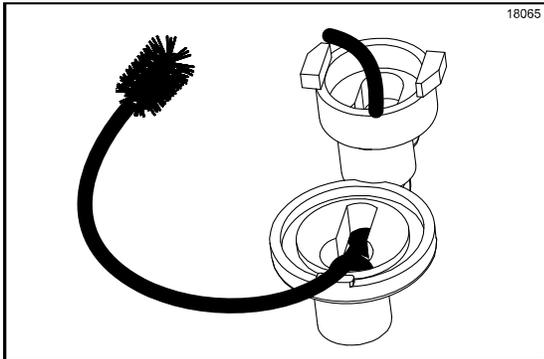

图 84
6. 将黑色刷子的非棕毛端插入入口阀和出口阀之间的通道。（见图 84。）